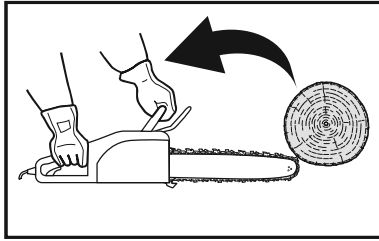

Fig. 20
En algunos casos, el contacto con la punta de la espada (13) puede provocar una reacción inversa muy rápida que hace rebotar la espada hacia arriba, en dirección al operario (Fig. 20, 21, 22).